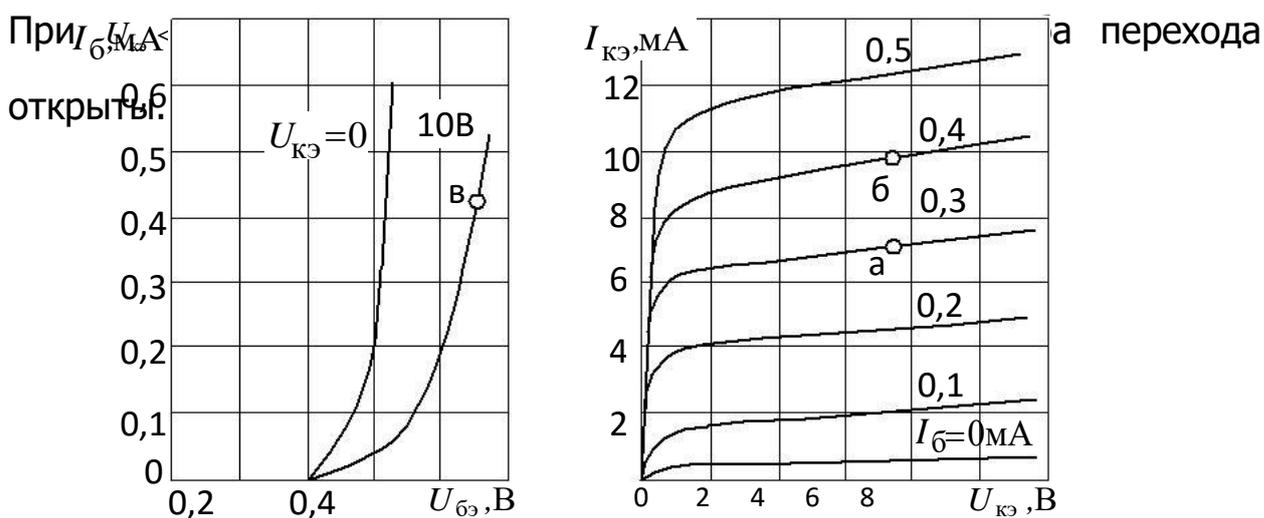
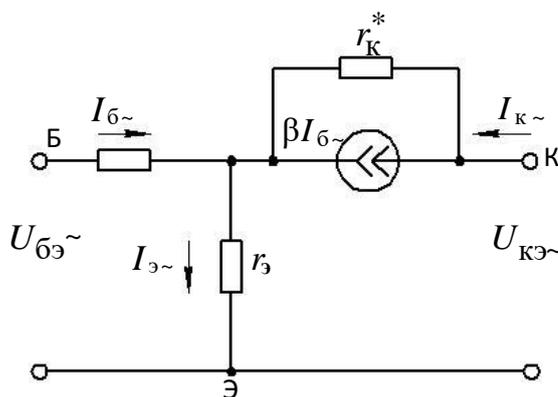

Рис. 3.73. Входные (а) и выходные (б) характеристики транзистора с общим эмиттером
Рис. 3.74. Т-образная схема замещения транзистора для включения ОЭ
Вольт-амперные характеристики на рис. 3.73 принадлежат транзистору $n-p-n$ -типа. Для того чтобы его эмиттерный переход был открыт, на базу подается положительное напряжение. На коллекторный переход также подается положительное напряжение.
Задача 3.29. Для транзистора, вольт-амперные характеристики которого даны на рис. 3.73, определить основные параметры малосигнальной Т-образной схемы замещения для включения ОЭ (рис. 3.74), справедливой для низких и средних частот.
1. Коэффициент передачи тока базы β определяется по выходным вольт-амперным характеристикам (см. рис. 3.73, б) при фиксированном напряжении коллектор—эмиттер ($U_{кэ} = 8 \text{ В}$) как отношение приращений токов базы и коллектора при переходе из точки *a* в точку *б*:
3. Сопротивление открытого эмиттерного перехода $r_э$ и объемное сопротивление базы $r_б$ находим через входное сопротивление транзистора ОЭ, как это делалось в задаче 3.22, в окрестности точки *b* на входной ВАХ (рис. 3.73, *a*):
При токе базы $I_{\text{б}} = 0$ через коллектор течет сквозной тепловой ток $I_{\text{ко}}^*$. На выходной ВАХ (см. рис. 3.73, б) этот ток равен 0,25 мА (примерное значение $I_{\text{к}}$ при $I_{\text{б}} = 0$). Известно соотношение